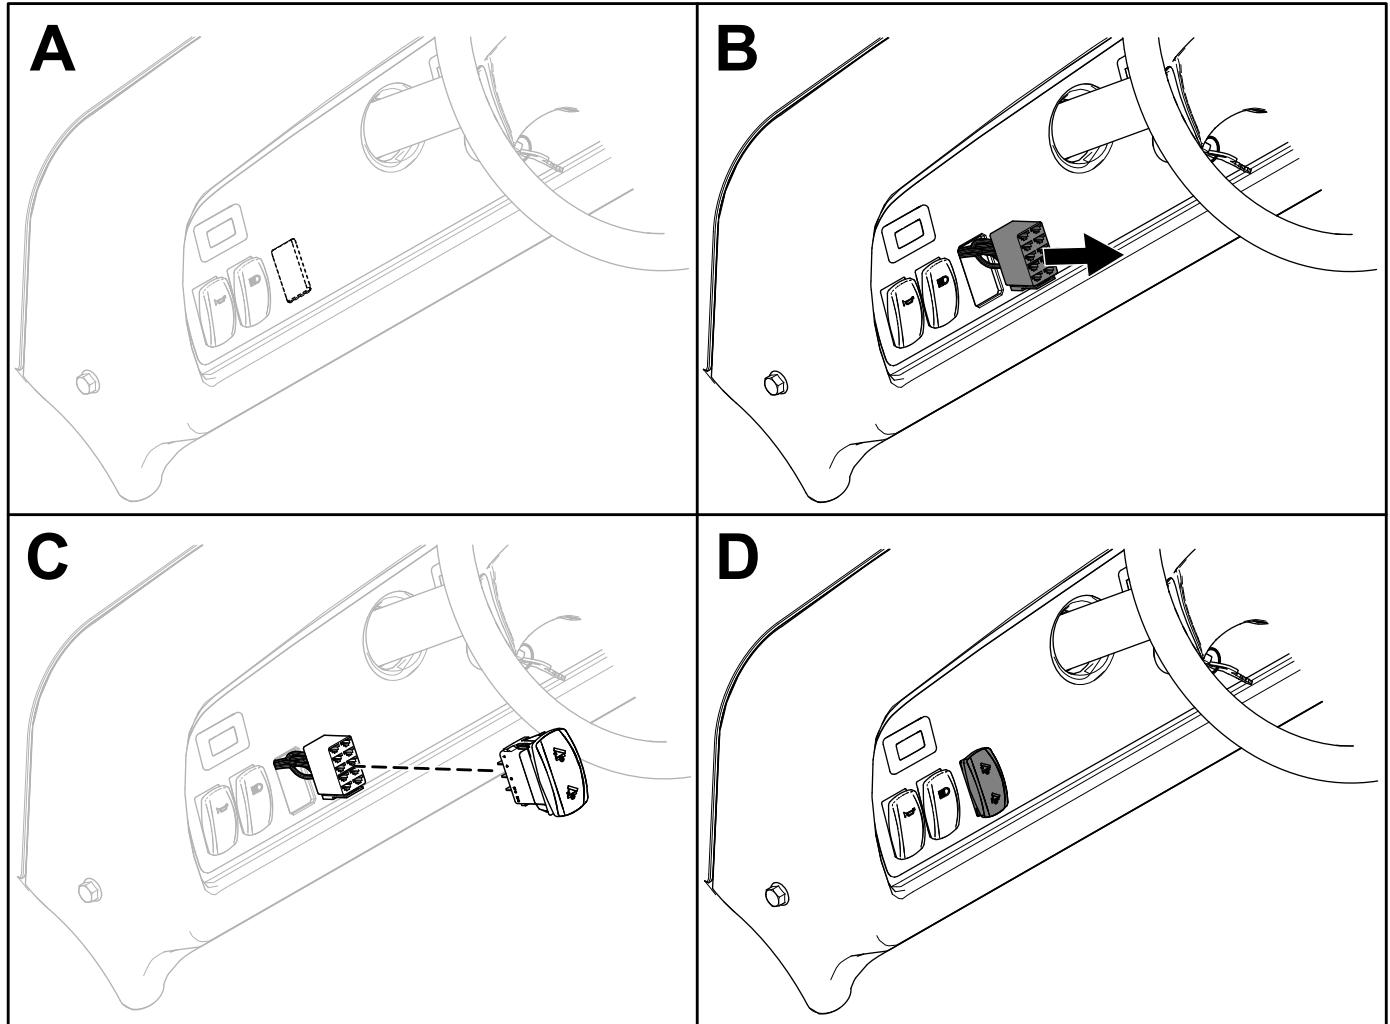

Figura 8
1. Recorte el hueco para el interruptor en la pegatina del salpicadero (Figura 8, A).
2. Instale el conector del interruptor a través del hueco del salpicadero (Figura 8, B).
3. Instale el interruptor en el conector del interruptor (Figura 8, C).
4. Asegúrese de que el interruptor está correctamente orientado (Figura 8, D).